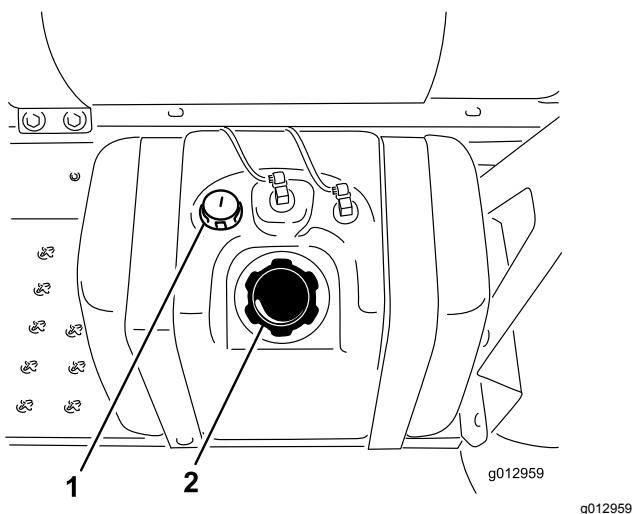

Figure 20
3. Nettoyez la surface autour du bouchon du réservoir de carburant (Figure 20).